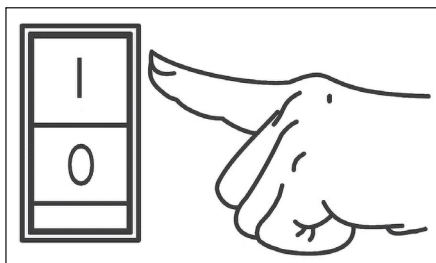

Рис. 11 Выключатель зажигания
4. Установите выключатель зажигания в положение «I» (Включено) (Рис. 11).